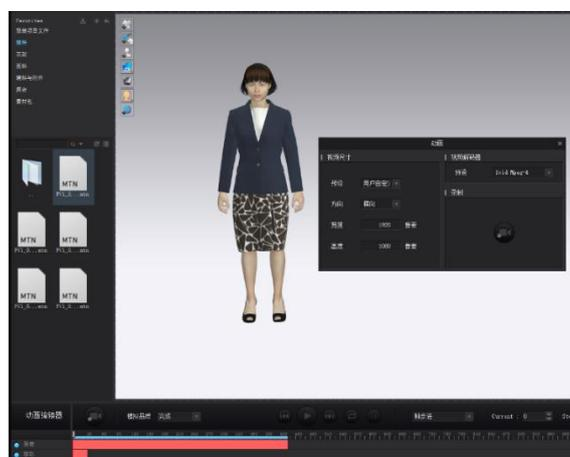

图 5-4-13 动态视频输出设置
(1) 选择菜单“文件→视频抓取→视频”，打开“动画”窗口。
(2) 根据输出精度要求对视频尺寸进行自定义设置；在选项中，将宽度设置为“1920”像素、高度设置为“1080”像素，如图 5-4-13 所示。